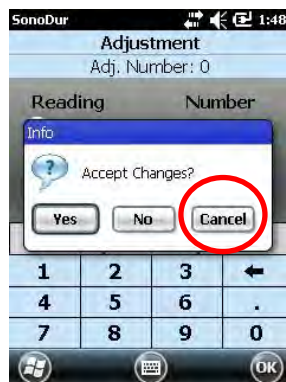

Figura 7.40
Si existe alguna diferencia posterior entre el "valor medido" y el "valor nominal", al pulsar uno de los botones "Menu" (Menú), "Exit" (Salir), "Back" (Retrosceso) se pregunta si estos cambios deben conservarse (YES - Sí) o no (NO) con la posibilidad de cancelar (Figura 7.40). En caso de cancelar (círculo rojo), el sistema permanece en el estado anterior y es posible realizar nuevas modificaciones (por ejemplo para corregir entradas incorrectas). Si se acepta el resultado del ajuste con un "Yes" (Sí) (Figura 7.40), SonoDur2 preguntará si el nuevo ajuste debe aplicarse a la serie de medición actual o si debe iniciarse una nueva serie (Figura 7.41). Con un "Yes" (Sí), los datos de la medición se convertirán con el nuevo número de ajuste y la serie de medición continuará. Con un "No", el contador de medición se ajustará a N = 0 y se preguntará si deben almacenarse los datos. Si responde "Yes" (Sí), se abrirá el subprograma "Save File" (Guardar archivo), página 42, sección 7.11.1. Solo entonces se iniciará una nueva serie de medición.